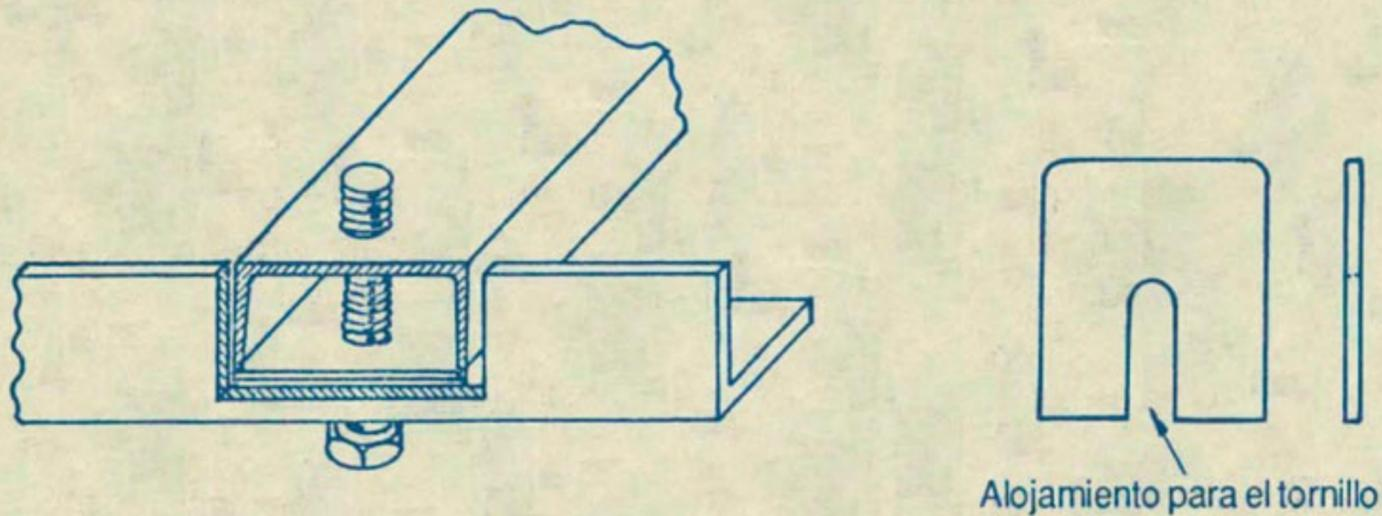

Figura 57
- d. Para obtener la nivelación de la base utilice láminas suplementarias de calibres delgados, por una longitud igual a la ocupada por la base a nivelar. (Figura. 57)